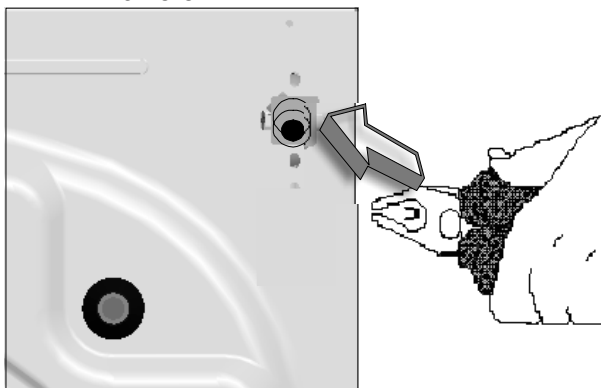

Fig. 10
- Retirez le filtre du raccord d'arrivée d'eau côté machine (à l'aide d'une pince) (Fig. 10) et lavez-les soigneusement à l'aide d'une brosse.